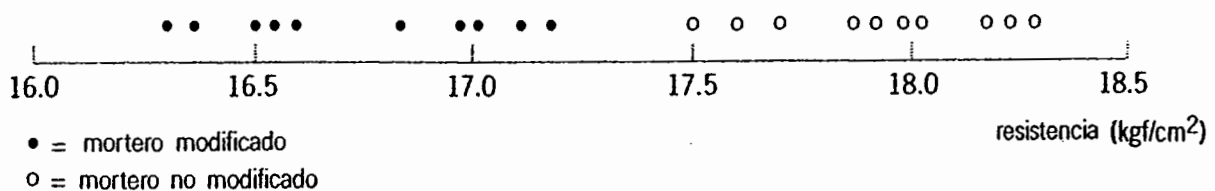

Figura 1-2 Diagrama de puntos para los datos de resistencia a la tensión.
A menudo, los diagramas de puntos son útiles al comparar dos o más conjuntos de datos. Por ejemplo, los siguientes son diez datos de resistencia a la tensión de un mortero portland sin modificar: 17.50, 17.63, 18.25, 18.00, 17.86, 17.75, 18.22, 17.90, 17.96 y 18.15. El diagrama de puntos de la figura 1-2 muestra los dos conjuntos de mediciones de resistencia a la tensión, donde los puntos sólidos corresponden al mortero modificado, y los círculos, al mortero no modificado. Nótese que el diagrama de puntos revela de inmediato que el mortero modificado parece tener una menor resistencia a la tensión, pero que la variabilidad inherente a ambos grupos de mediciones es casi la misma.
La figura 1-5 presenta la gráfica de tallo y hoja de los datos de resistencia a la tensión de la tabla 1-1, producida por el paquete Statgraphics. El software utiliza tallos un poco diferentes de los de la figura 1-2. (El usuario no tiene control sobre este aspecto.) El programa también forma dos categorías adicionales de observaciones: "LO", que contiene los valores extremos más pequeños, 76 y 87, y "HI", con los valores extremos más grandes, 237 y 245. Nótese también que la computadora ordena las hojas de cada tallo de menor a mayor. Esta forma de la gráfica se conoce como **diagrama de tallo y hoja ordenado en pantalla**. Esto no se hace cuando la gráfica se construye de manera manual, ya que es una labor que consume mucho tiempo. La computadora añade una columna en la parte izquierda de los tallos; esta columna proporciona un conteo de las observaciones que están en cada tallo y por encima de él en la mitad superior del diagrama, así como un conteo de las observaciones que están en cada tallo y por debajo de él en la mitad inferior del diagrama. En el tallo de la parte media (16), la columna indica el número de observaciones que corresponden a dicho tallo.